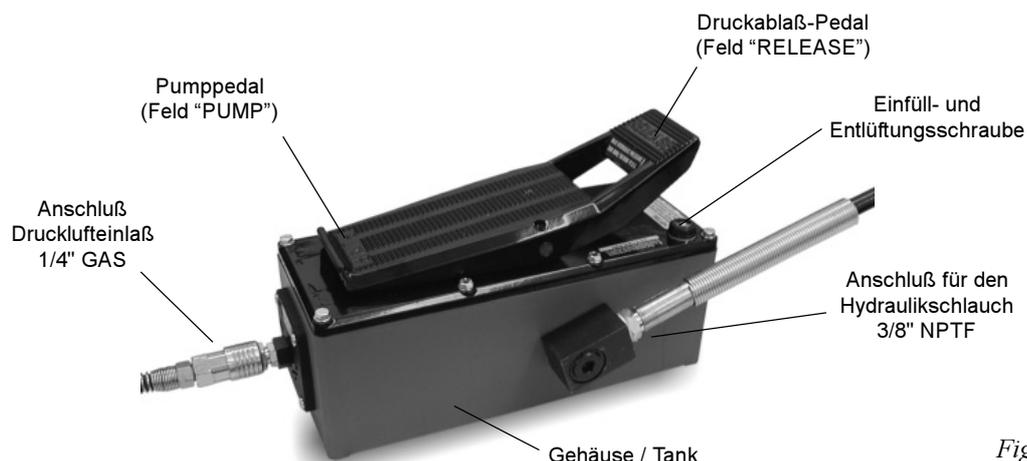

Fig. 7
Auf Abb. 7 sind die verschiedenen Teile der Pumpe dargestellt.
- Einen sechskantigen Steckschlüssel \varnothing 17 verwenden und den Tankdeckel abnehmen (Abb. 7, Seite 23).
- Den druckseitigen Hydraulikschlauch (Abb. 7, Seite 23) anschließen. Am Schlauch muß ein Anschluß vom Typ 3/8 NPTF angebracht werden, um den zuvor ein Teflonband gewickelt wurde.
- Den Tankdeckel mit Hilfe eines sechskantigen Steckschlüssels \varnothing 17 (Abb. 7, Seite 23) lockern und den vorher mit Teflonband umwickelten Schlauch mit Anschlußteil 1/4 GAS anbringen.
- Am Druckluftanschluß (Abb.7, Seite 23) eine für Ihre Anlage passende Schnellverbindung festschrauben, deren Gewinde zuvor mit Teflonband umwickelt wurde.